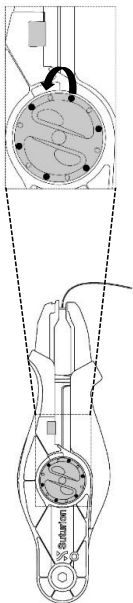

Figure 3
2. Tournez la molette de réglage d'un cran dans le sens antihoraire (voir Figure 3).